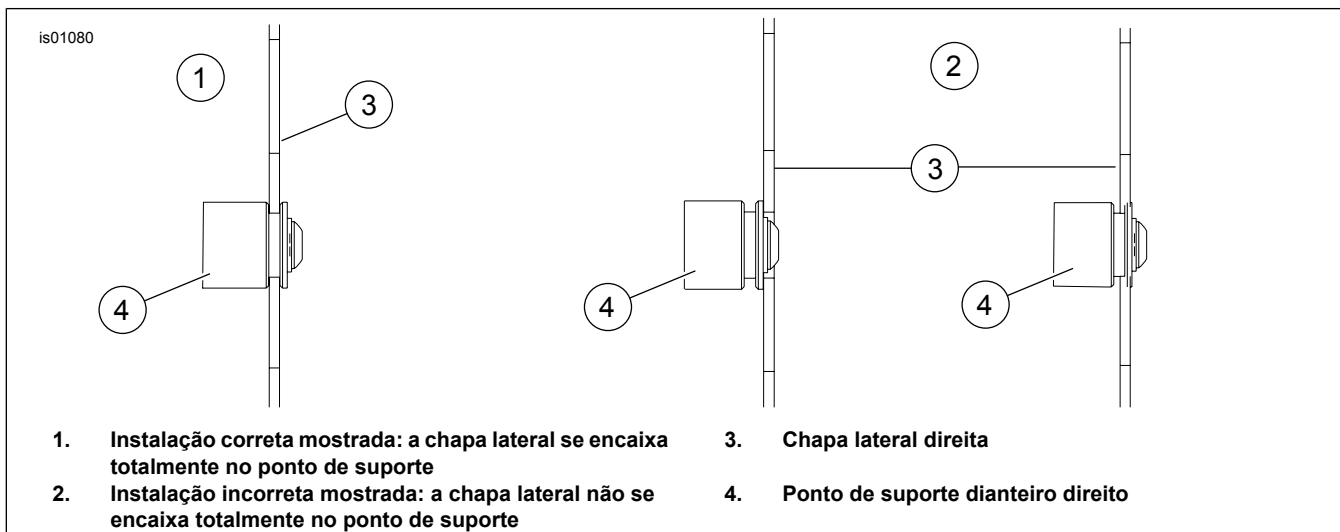
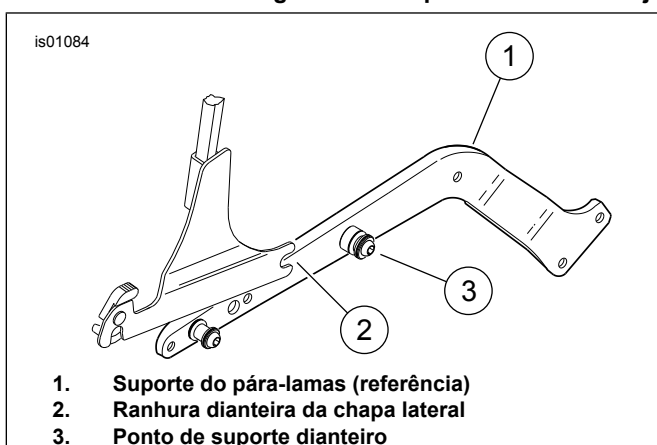
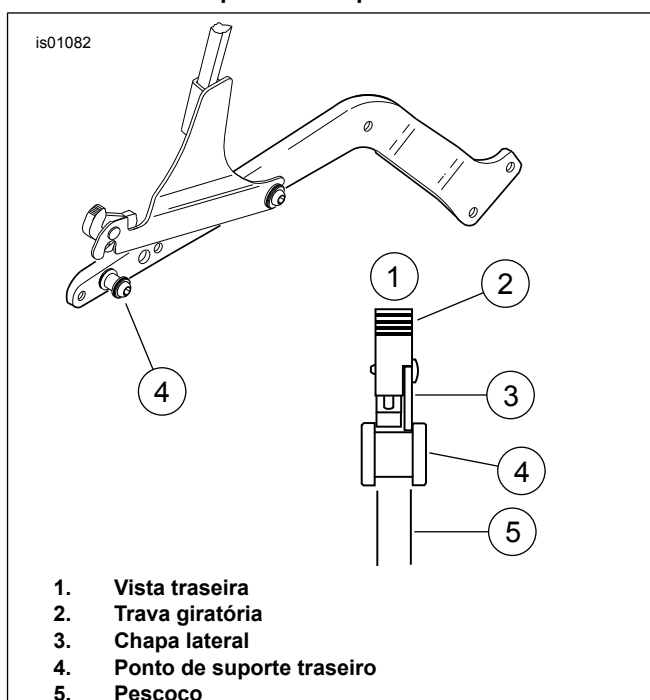
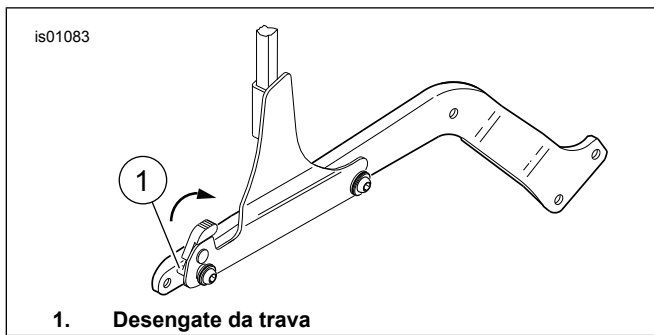

Figura 2. A chapa lateral deve se ajustar corretamente no ponto de suporte
Figura 3. Colocação das ranhuras dianteiras nos pontos de suporte dianteiros
Figura 4. Puxada para trás das travas giratórias e abaixamento da chapa lateral nos pontos de suporte traseiros
Figura 5. Fechamento das travas giratórias pressionando-as totalmente para a frente
1. Veja a Figura 2. Observe a instalação correta (1) e a incorreta (2) do encaixe da chapa lateral (3) no ponto de suporte (4).
2. Veja a Figura 3. Enquanto permanece atrás da motocicleta, coloque as ranhuras dianteiras da chapa lateral (2) nos pontos de suporte dianteiros (3) como mostrado na Figura 3. (O conjunto da chapa lateral da sissy bar nesta ilustração não é mostrada inteiramente.) Veja a Figura 2 para obter as vistas das posições de instalação correta e incorreta.
Verifique o alinhamento como descrito no passo 2 e na Figura 2. A falha em executar o alinhamento apropriado dos pontos de suporte e das chapas laterais poderá resultar em danos nos pontos de suporte traseiros.
3. Veja a Figura 4. Puxe as travas giratórias (2) para trás até o máximo possível, como mostrado na Figura 4. Posicione as travas giratórias traseiras sobre os pontos de suporte traseiros (4), certificando-se de que as travas e as chapas laterais (3) se encaixem no pescoço (5) dos pontos de suporte traseiros, como mostrado na vista traseira da Figura 4. Isto pode requerer uma pressão suave das pernas dos bastidores.
4. Empurre para baixo e feche as travas giratórias pressionando a alavanca da trava o mais longe possível, como mostrado na Figura 5. Você escutará um clique quando a trava estiver no lugar. **Se a trava não fechar com facilidade, não force.** Verifique o alinhamento novamente, como mostrado na Figura 4 e na Figura 2.
5. Para remover as chapas laterais, pressione o botão de desengate (1) mostrado na Figura 5 e puxe a alavanca da trava giratória para trás. Levante com cuidado a parte traseira das chapas laterais e puxe-as para fora dos pontos de suporte dianteiros.